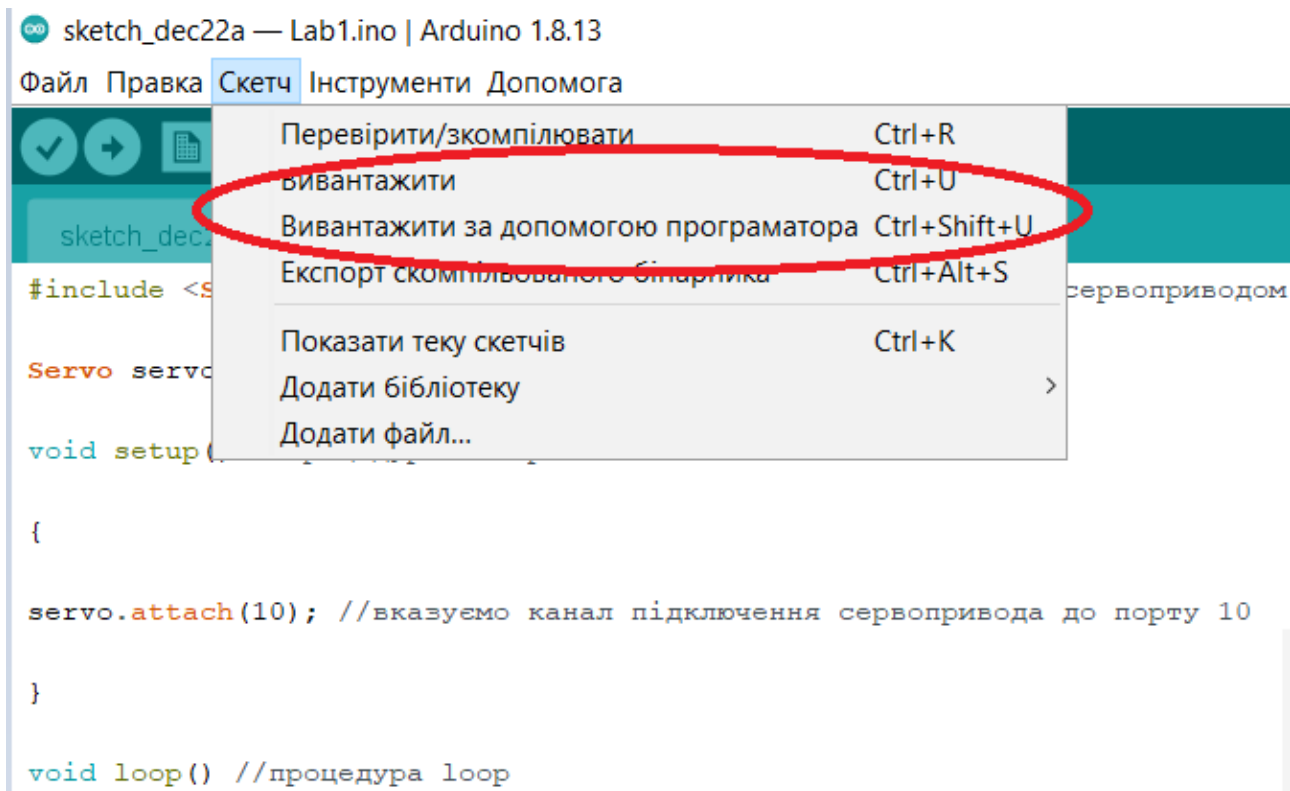

Рис.3.20 – Завантаження програмного коду з Arduino IDE до плати керування.
5. Завантажити розроблений програмний код до плати керування з середовища Arduino IDE (рис.3.20)